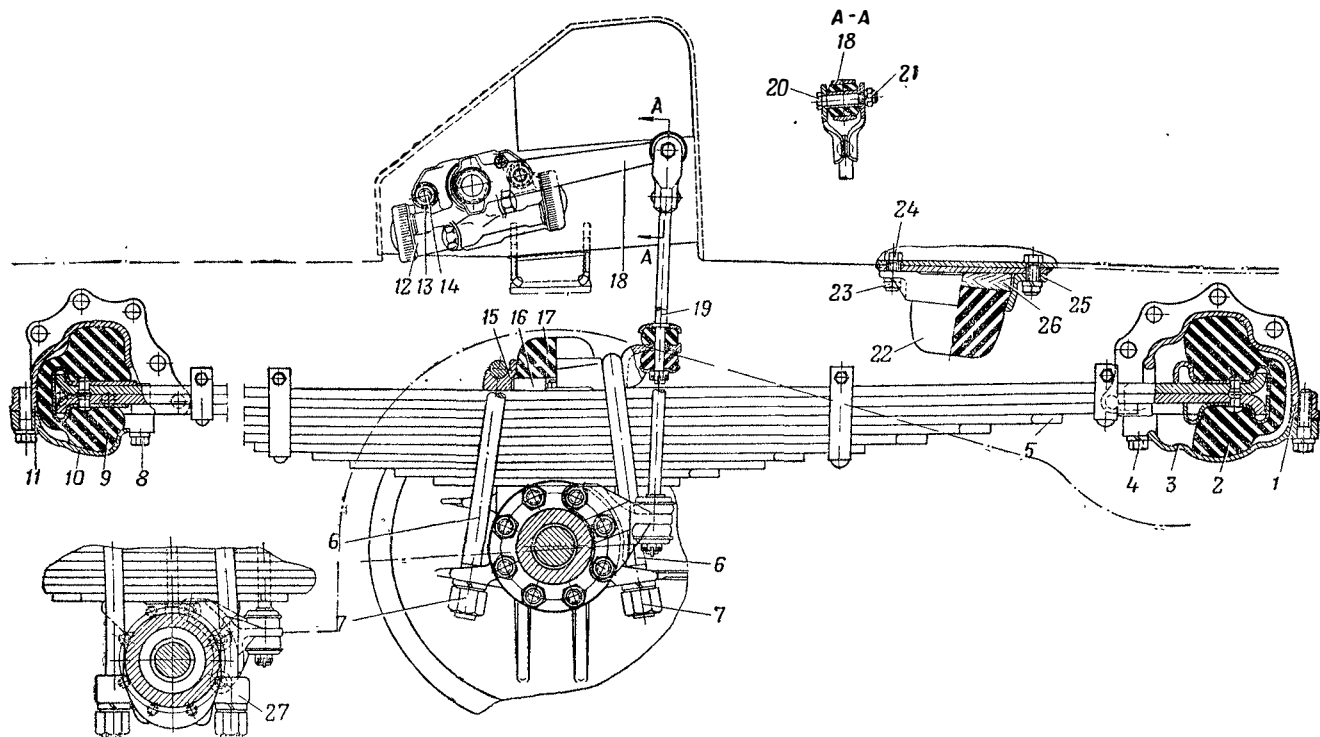

Рис. 6. Передняя подвеска:
4. Установить домкрат под кожух переднего моста на стороне снимаемой рессоры 5 (рис. 6) и разгрузить рессору.
1. Установить рессору 5 (рис. 6) на кожух переднего моста и опоры 2 и 9 и вкладыш 16 на рессору.
2. Отвернуть гайку 21 (рис. 6), выбить палец 20 и отсоединить рычаг 18 амортизатора 12 от стойки 19.
1. Установить амортизатор 12 (рис. 6) на место и закрепить болтами 14 с гайками 13 и пружинными шайбами.